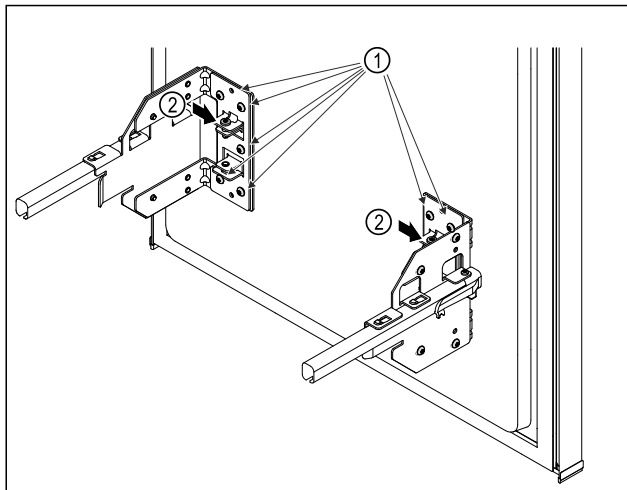

Fig. 8
- Vijake Fig. 8 (1) rahlo odvijte.
- Vijake Fig. 8 (2) obračajte, da izvlačni voziček premaknete navzgor ali navzdol.
- Vijake Fig. 8 (1) privijte do konca.